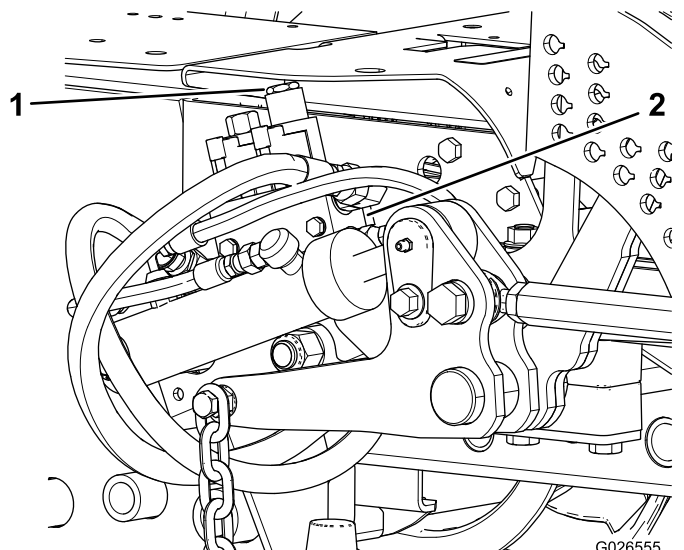

Figura 8
- A. Retire a porca que fixa o conjunto do espaçador/bobina à válvula solenoide na porta "A" do coletor da válvula de elevação (Figura 8).